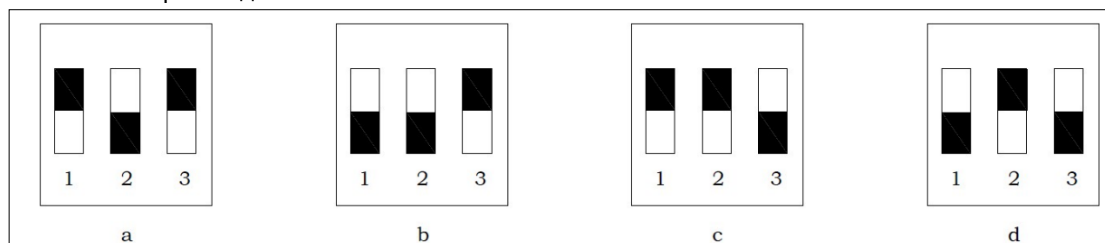

Рисунок 3.11.3А – «красные» настройки регулятора
- (1) Вращайте ручку **GAIN** (УСИЛЕНИЕ) по ч.с., до возникновения неустойчивости в работе двигателя, затем постепенно вращайте ручку в обратную сторону до возвращения к стабильному режиму работы. Для безопасности поверните ручку против часовой стрелки еще на одно деление
- (2) Вращайте ручку **STABILITY** (УСТОЙЧИВОСТЬ) по ч.с., до возникновения неустойчивости в работе двигателя, затем постепенно вращайте ручку в обратную сторону до возвращения к стабильному режиму работы. Для безопасности поверните ручку против часовой стрелки еще на одно деление.
- (3) Возможно, что потребуется дополнительная регулировка данных ручек после того, как двигатель начнет работать под нагрузкой. Обычно, настройки регулятора на холостом ходу позволяют добиться удовлетворительных результатов. Для настройки регулятора можно использовать осциллограф.
- ◆ Если вышеописанными действиями выйти на стабильный режим работы двигателя не получилось, следует производить настройку при 4 различных настройках (см. рис. 3.11.3А): а: RSW-1, RSW-3 = ВКЛ; RSW-2 = ВЫКЛ;